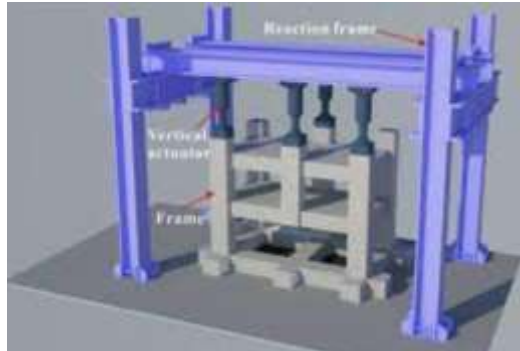

Figure 1 : schéma de principe du portique de réaction 3D : structure métallique (violet), vérins électriques (gris anthracite), maquette testée (gris clair)
Cet achat s'inscrit dans le cadre du projet CPER MECASNOW - volet 3. Ce volet concerne un complément d'équipement pour le mur de réaction et la plateforme DESSIS. Il prévoit l'acquisition d'un ensemble de systèmes de chargement permettant d'appliquer des sollicitations d'intensité représentative de celles des écoulements avalancheux à des structures à l'échelle 1/2. Le présent marché se limite à la fourniture d'un portique de réaction 3D sans les vérins (cf. figure 1).
- Le système sera composé de 4 colonnes, supportant 2 longerons, les longerons supportant eux-mêmes 2 traverses, chaque traverse supportant elle-même 2 porte-vérins (cf. schéma de principe Fig. 1).